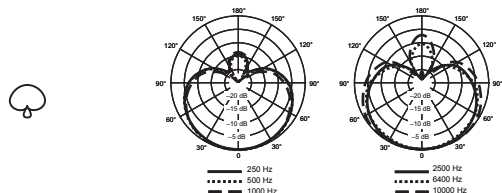

FIGURA 5. PATRON POLAR TIPICO DE SUPERCARDIOIDE
**Supercardioide.** El patrón de captación más estrecho ofrece un rechazo superior a los sonidos fuera del eje principal y la ganancia máxima antes de la retroalimentación. El patrón de supercardioide es ideal para usarse en entornos ruidosos o situaciones en las cuales las fuentes sonoras están muy cercanas unas a las otras. Vea la Figura 5.